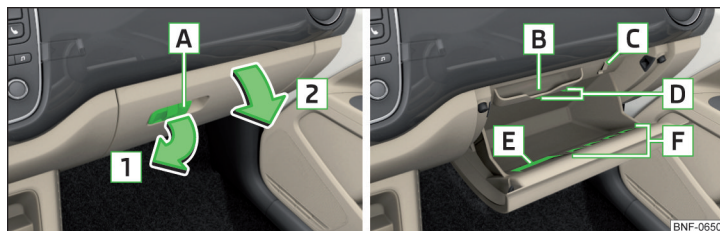

Abb. 71 Ablagefach öffnen / Innenraum des Ablagefachs
Ablagefach » Abb. 71
- » Befindet sich im Öffnungshebel **A** » Abb. 71 ein klappbarer Haken » Abb. 73 auf Seite 63, aufgehängte Gepäckstücke vom Haken abnehmen.